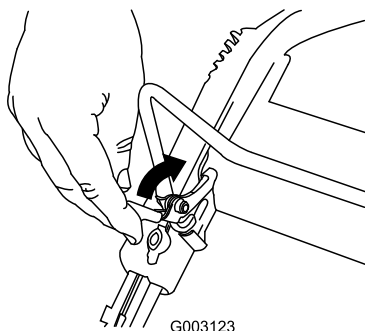

Figure 17
Pour couper le moteur, appuyez de manière prolongée sur le bouton d'arrêt du moteur (Figure 17) enfoncé jusqu'à l'arrêt du moteur.
1. Tirez le verrou de la barre de commande en arrière (Figure 17).